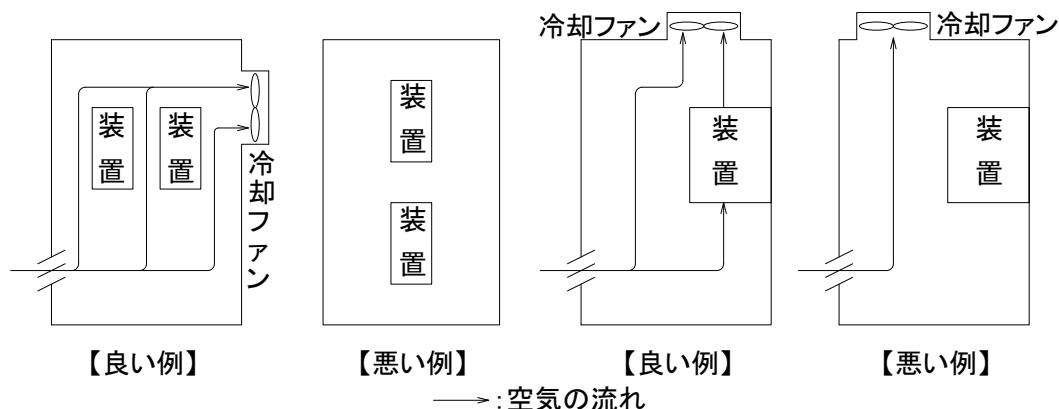

図2-1 装置を収納する場合の配置例
- d. 装置には放熱器を冷却するファンを内蔵していますので、通気の妨げとならないように空間を確保してください。また、装置を複数個収納する場合は、互いの排気の影響を受けない配置としてください。（図 2-1 参照）